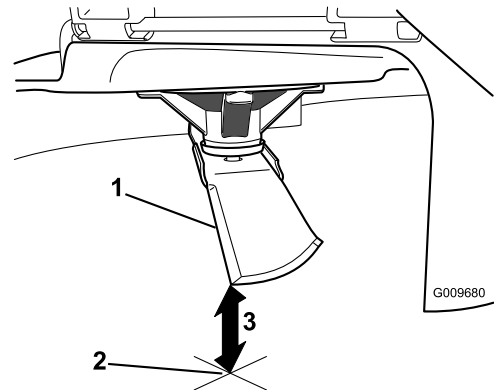

Bild 49
3. Messen Sie von der Messerspitze bis zu ebenen Fläche (Bild 49).